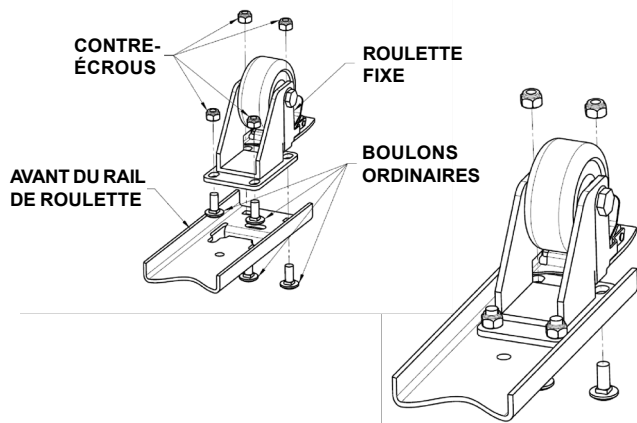

Fig. 3
- Insérez deux (2) boulons ordinaires à l'arrière de la roulette fixe (sans frein) et maintenez les boulons ordinaires en place sans les serrer en les vissant plusieurs tours chacun sur les contre-écrous. Ne serrez pas encore les boulons.
- Insérez les deux (2) boulons ordinaires avant dans le côté supérieur du rail de roulette et ensuite dans les trous avant de la roulette. Fixez les contre-écrous sur chacun des boulons.
- Serrez bien tous les contre-écrous à l'aide d'une clé plate simple ou d'une clé à douille de 1,3 cm (1/2 po) (voir Fig. 3).